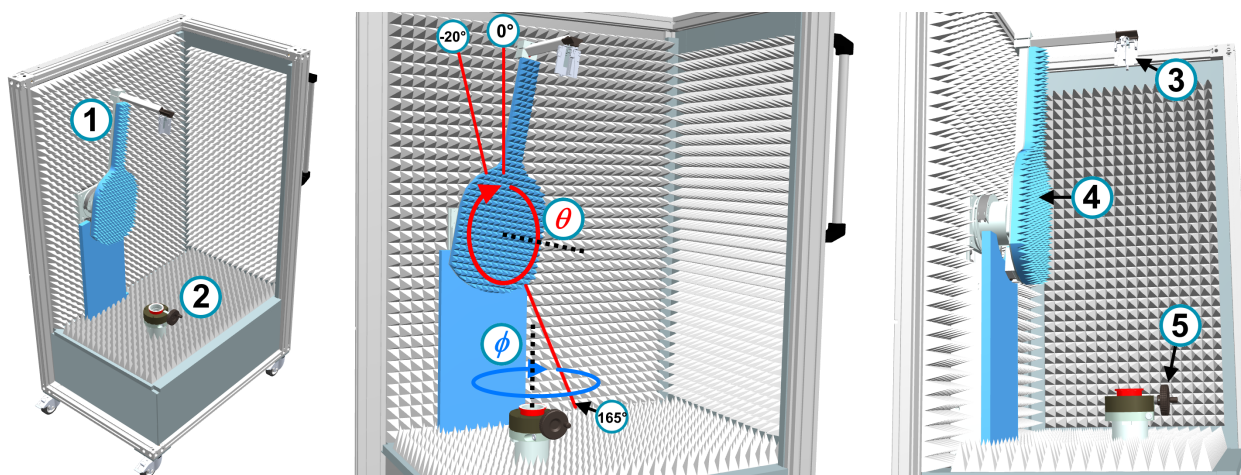

Рис. 4-10: Вид внутри камеры (дверь, правая стенка и потолок не показаны)
3D позиционер в камере состоит из руки угла места антенны (поз. 1 на рис. 4-10) и поворотного стола (2). Эти две оси определяют 2 степени свободы наклонного 3D позиционера. Третьей степенью свободы является высота, на которой вы устанавливаете ваше ИУ на его держателе на поворотном столе с ручным регулированием высоты.